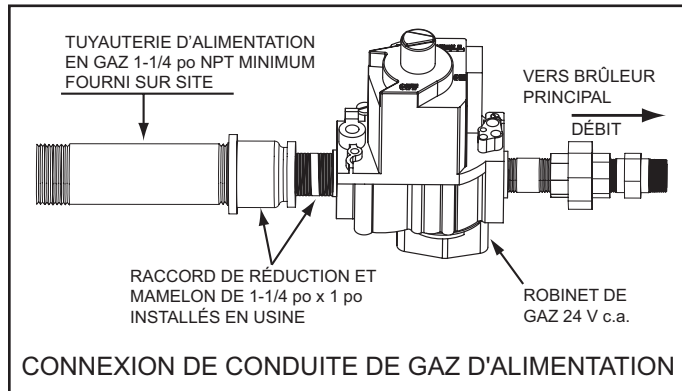

Figure 53
1. Les chauffe-eau couverts dans ce manuel sont expédiés de l'usine avec une connexion de gaz d'alimentation 1-1/4 po, voir la Table 1 à la page 10. Des mamelons et raccords de réduction de tuyaux courts sont installés en usine pour augmenter la taille de l'entrée du robinet de gaz 24 V c.a. du chauffe-eau, voir Figure 53.